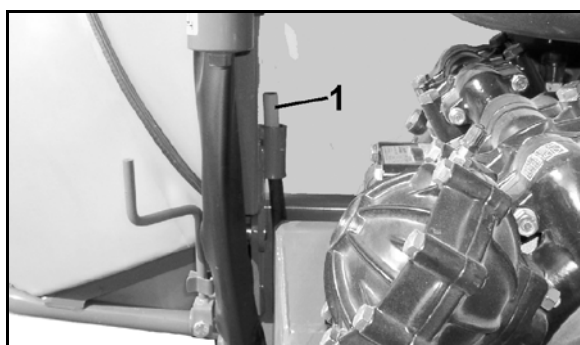

图 47
2. 将制动鼓中的限位螺栓 (图 47/1) 拧紧并通过锁紧螺母 (图 47/2) 固定。